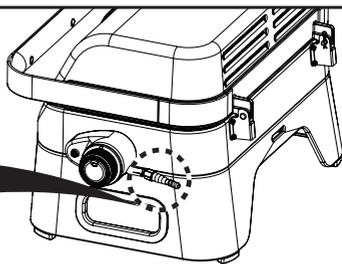

FIG. 2
1. Connectez le tuyau souple sur l'about et sécurisez la connection à l'aide d'un collier (Fig 2).
2. Connectez l'autre extrémité du tuyau à votre détendeur et sécurisez la connection à l'aide d'un collier (Fig 2).
3. Connectez le détendeur à votre bouteille (Fig 2).